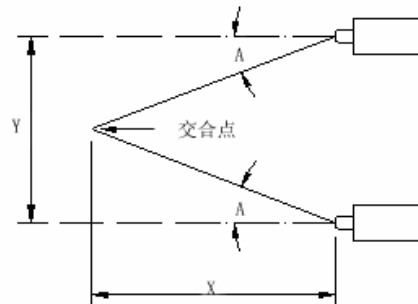

图 1
3.2.1 如图 1, X 代表希望能检测到乘客的最远距离, Y 代表安装在扶梯入口的传感器之间距离, $\angle A$ 表示安装传感器时需要向内倾斜的角度。根据勾股定律计算可以知道: